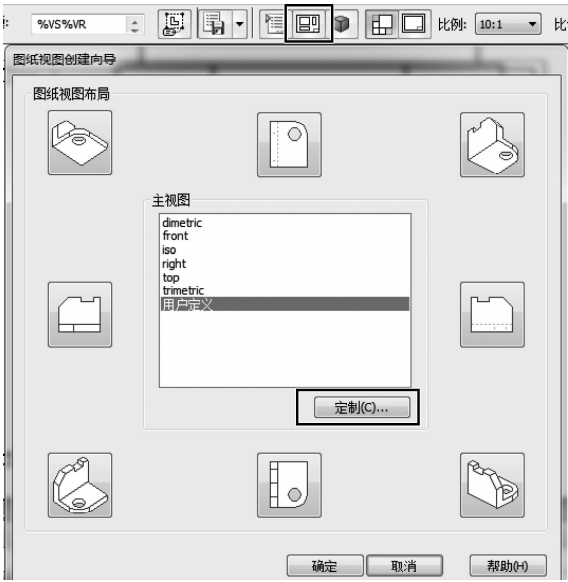

图 9-166 主视图定义
(2) 打开【活动钳身零件图】后，在上方弹出的菜单栏中单击【视图向导- 图纸视图布局】按钮，在【主视图】框下选择【用户定义】选项后单击【定制】按钮，如图 9-166 所示。